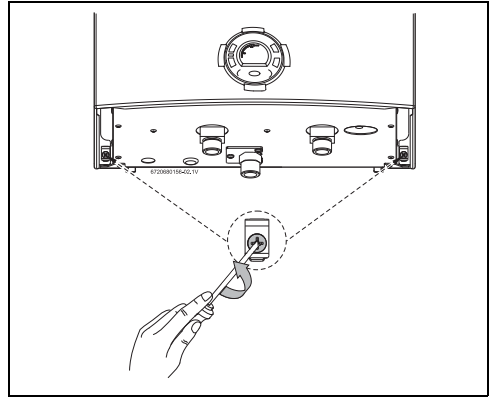

Fig. 19 Retirar los dos tornillos
- ▶ Aflojar los dos tornillos ubicados en la parte posterior del aparato (Fig. 19).